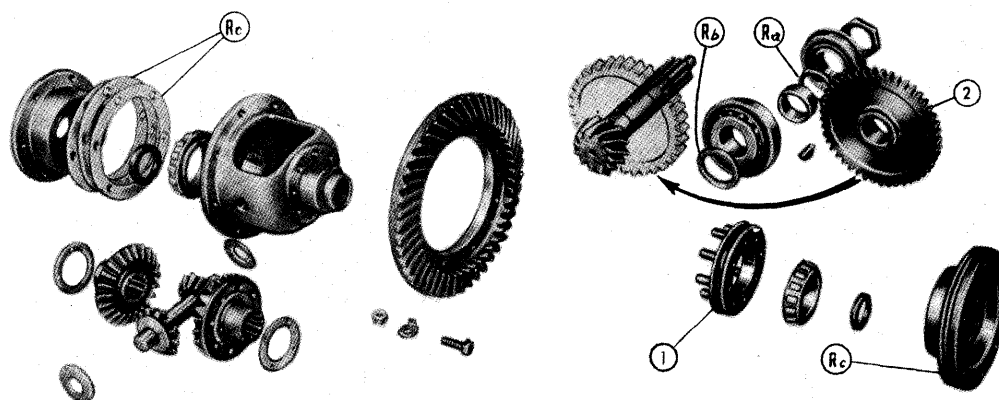

Fig. 28. Differentialalets enkeltdele.
4. Kontroller tandspillerummet mellem kron- og spidshjul med et indikatorur. Spillerummet skal være 0,23 mm (.009"). Justering finder sted ved at flytte shims (Rc i fig. 28) fra højre til til venstre side eller omvendt, idet det erindres, at den samlede shimtykkelse stadig skal være den samme.